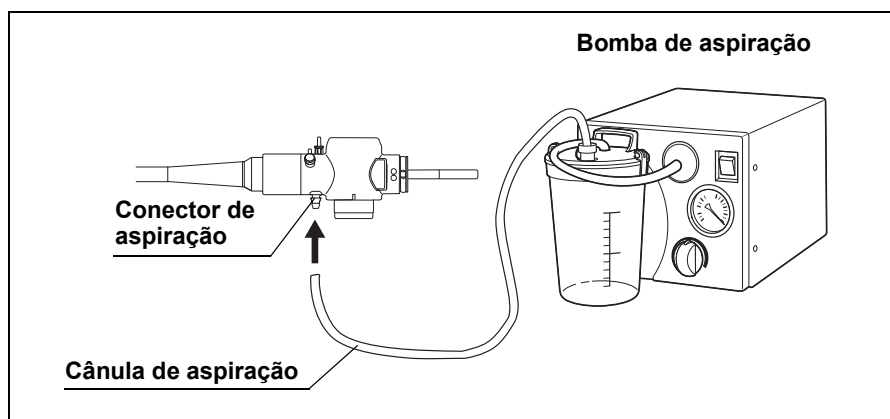

Figura 3.16
10. Conecte a cânula de aspiração da bomba de aspiração no conector de aspiração do conector do endoscópio (consulte Figura 3.16).